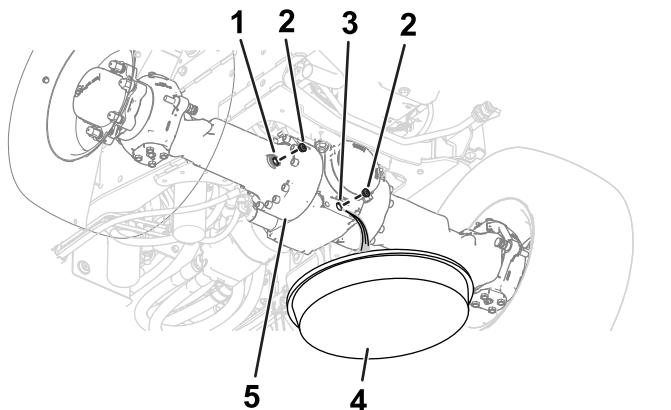
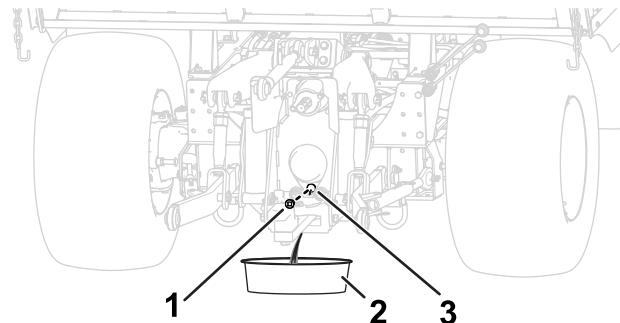

Figura 99
Figura 100
1. Mettete una bacinella di spуро sotto l'alloggiamento del differenziale dell'assale (Figura 99 e Figura 100).
2. Rimuovete i tappi dal foro spia e dal foro di spуро negli alloggiamenti del differenziale degli assali (Figura 99 e Figura 100).